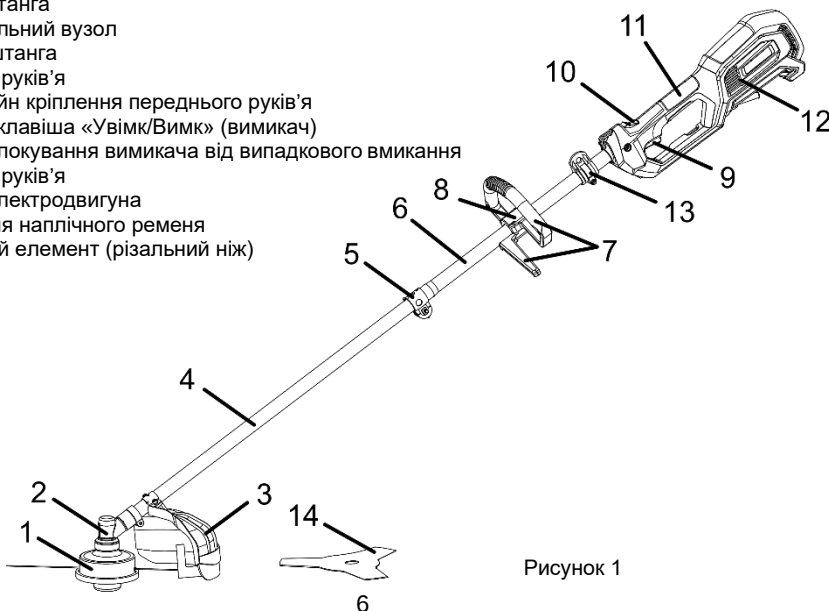
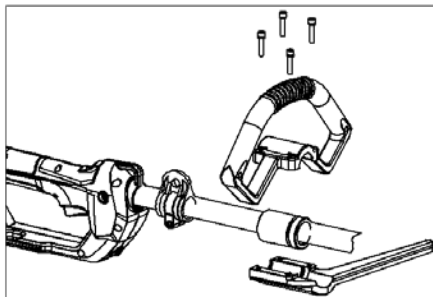
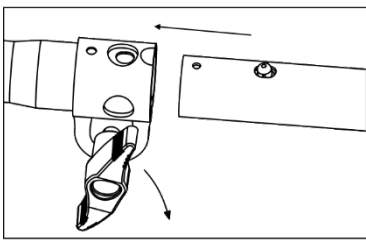
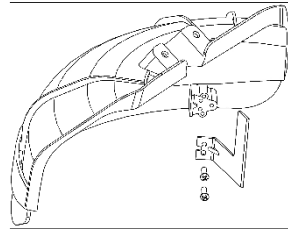

Рисунок 1
Рисунок 2
Рисунок 3
Рисунок 4
- встановіть переднє руків'я (7, рисунок 1) на верхній штанзі (6, рисунок 1) за допомогою призначених для цього кронштейнів і кріпильних елементів (дивіться рисунок 2);
- введіть верхню частину нижньої штанги виробу (4, рисунок 1), орієнтуючи штангу по отвору в з'єднувальному вузлу (5, рисунок 1), в нижню частину верхньої штанги (6, рисунок 1) до щільного з'єднання і фіксації валу в призначеній втулці. Затягніть смушкову гайку з'єднувального вузла (5, рисунок 1) для надійної фіксації з'єднання верхньої та нижньої частин виробу (дивіться рисунок 3);
- встановіть захисний кожух (3, рисунок 1) на нижній штанзі за допомогою гвинтів і кронштейна (дивіться рисунок 4). Зніміть захист з ножа-обмежувача довжини жилки, встановленого на захисному кожусі;
- встановіть наплічний ремінь до призначеного для цього хому та кріплення (13, рисунок 1).